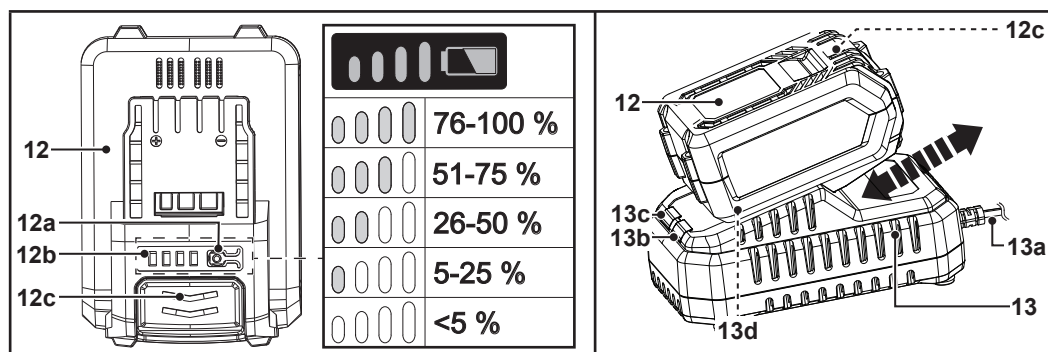

Fig. 3
1. Apasă butonul de capacitate a acumulatorului (12a) (fig. 3).
2. Ledurile indicatorului de capacitate (12b) vor rămâne aprinse circa 10 secunde (fig. 3).
1. Conectează ștecărul (13a) încărcătorului (13) la o sursă de alimentare adecvată.
2. Aliniaza acumulatorul (12) cu portul de conectare (13d) și glisează-l până când se fixează în poziție (fig. 3).
4. **După finalizarea încărcării:** Ține încărcătorul (13) în poziție cu o mână. Apasă butonul de eliberare (12c) și scoate acumulatorul (12) (fig. 3).